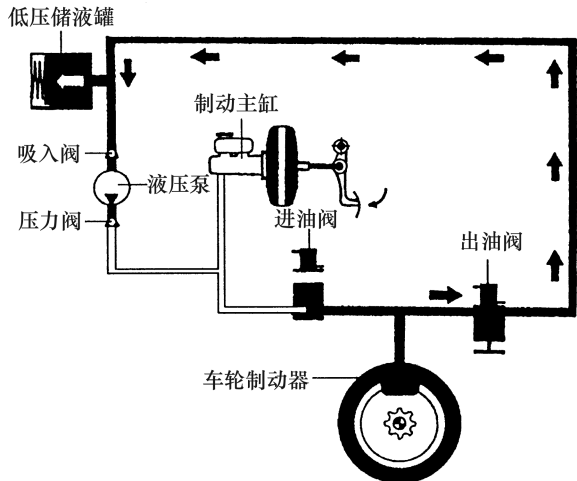

图 1-8 油压降低
3)油压降低。若制动压力保持不变,车轮有抱死趋势时,ABS ECU 给出油阀通电打开出油阀,系统油压通过低压储液罐降低油压,此时进油阀继续通电保持关闭状态,有抱死趋势的车轮被释放,车轮转速开始上升。与此同时,电动液压泵开始启动,将制动液由低压储液罐送至制动主缸,如图1-8所示。